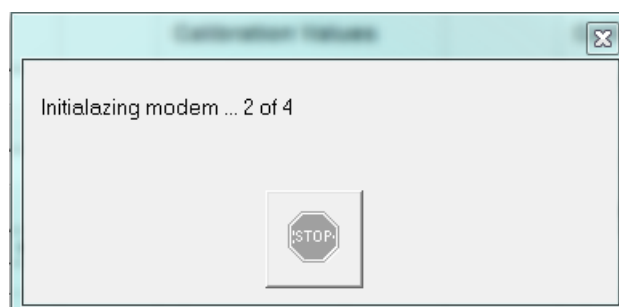
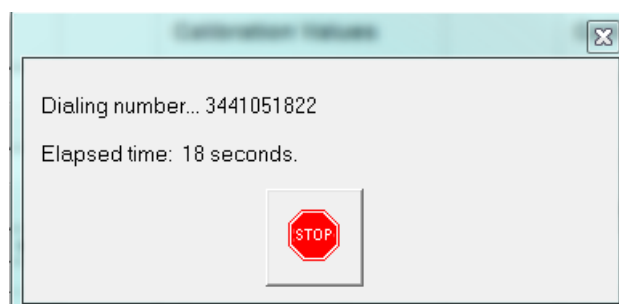
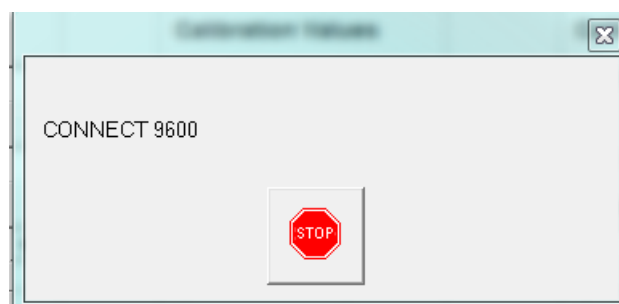

fig.23
fig.24
fig.25
- Premendo il tasto , il programma avvierà la procedura di inizializzazione del modem (fig.23) e successivamente comporrà il numero inserito (fig.24) e stabilirà la comunicazione con il modem remoto (fig.25). Inoltre nella finestra **Insert phone number** saranno memorizzati i primi 4 numeri relativi al numero seriale del MINILOG e data e ora dell'ultima connessione.